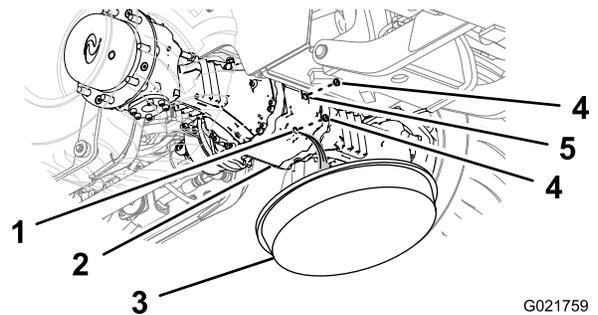
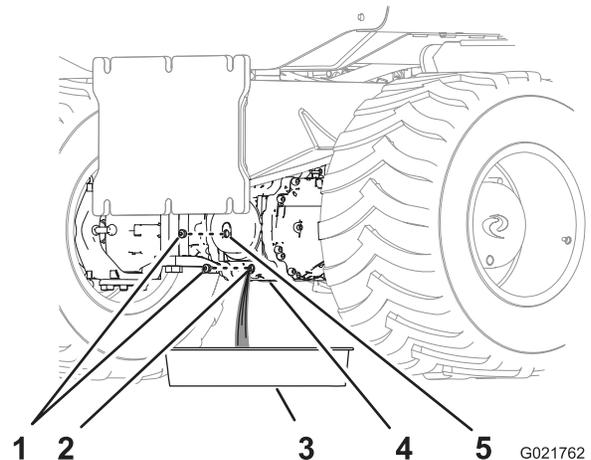

Figura 68
Figura 69
1. Posicione uma bandeja de drenagem sob a caixa do pinhão do eixo (Figura 68 e Figura 69).
2. Remova os bujões do orifício de nível e do orifício de drenagem da caixa do pinhão (Figura 68 e Figura 69).